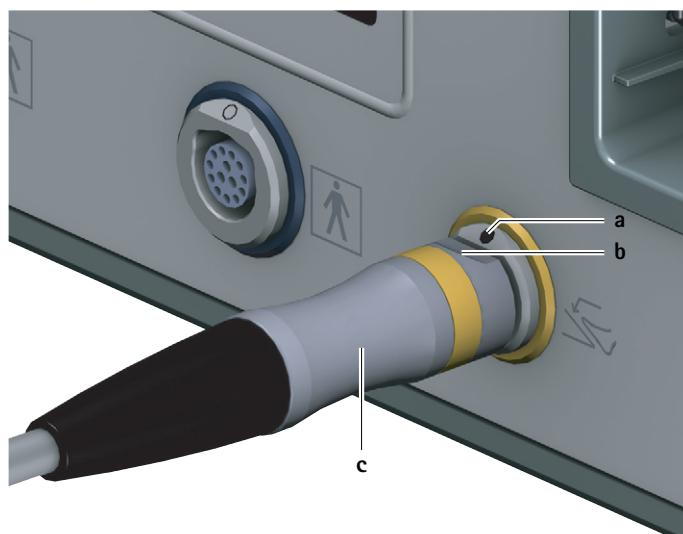

Fig. 2 Ligar o comando a pedal
- ▶ Alinhar a ficha do comando a pedal **c** de tal forma que a marcação **b** na ficha coincida com a marcação **a** na tomada de ligação do comando a pedal **6**, ver Fig. 2.
- Retirar a ficha do comando a pedal **c** da tomada de ligação do comando a pedal **6**, ver Fig. 2.